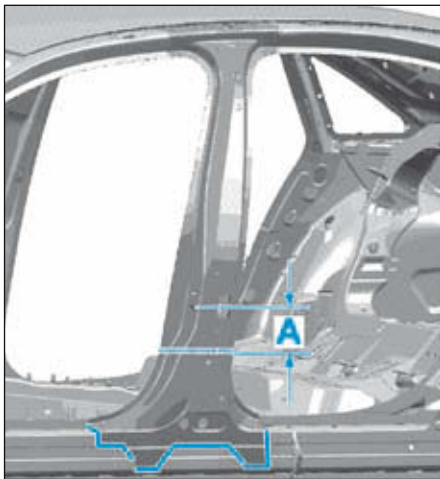

FIG.44
- Détacher l'assemblage d'origine (Fig.44).